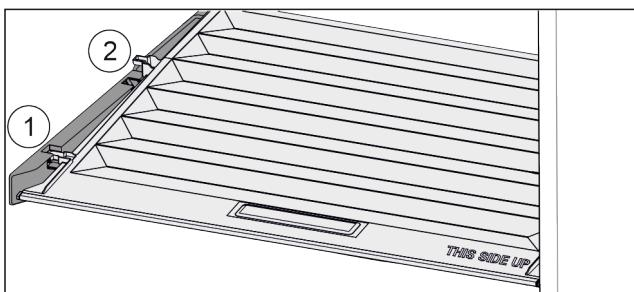

Fig. 73
- Кришку до отвору в деталях для підтримки потягнути вперед Fig. 73 (1).
- Підняти ззаду знизу та вийняти Fig. 73 (2) вгору.